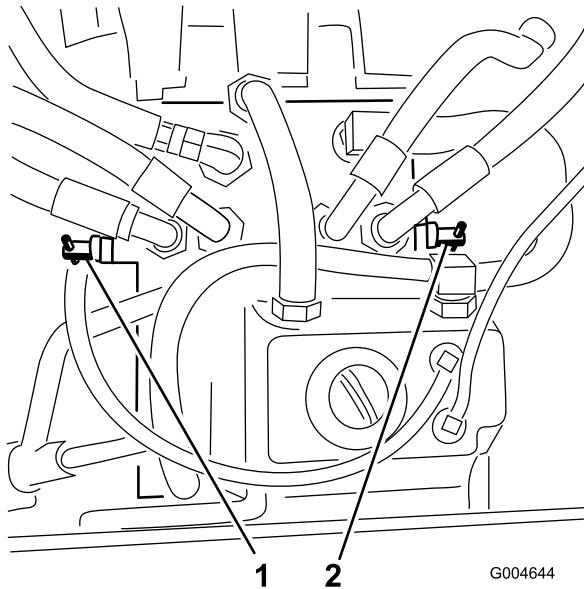

Figure 33
- Tournez chaque vanne de dérivation d'un tour dans le sens horaire pour débloquer et dans le sens antihoraire pour réinitialiser le système (Figure 33).